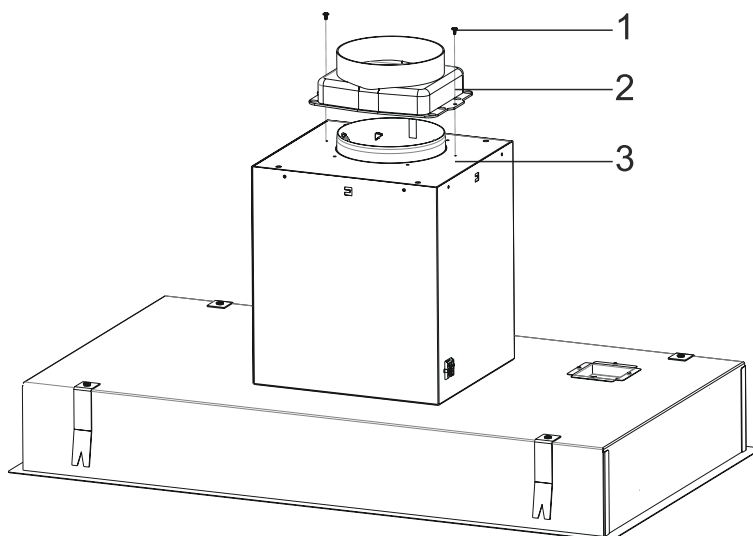

Fig. 7
1. → Montér Ø150mm aftræksstuds med returklapper på motorkabinetet med 2 x 3,5x9,5 skruer(Fig. 7).